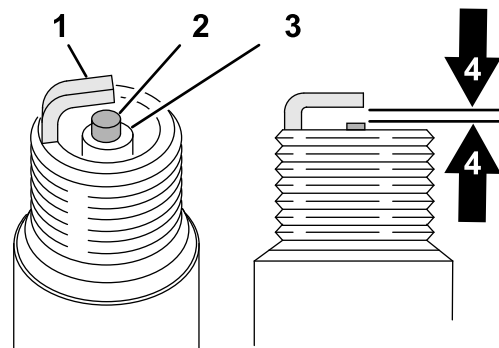

Figure 154
1. Examinez le centre des bougies (Figure 154). Si l'isolateur est recouvert d'un léger dépôt gris ou brun, le moteur fonctionne correctement. S'il est recouvert d'un dépôt noir, cela signifie généralement que le filtre à air est encrassé.